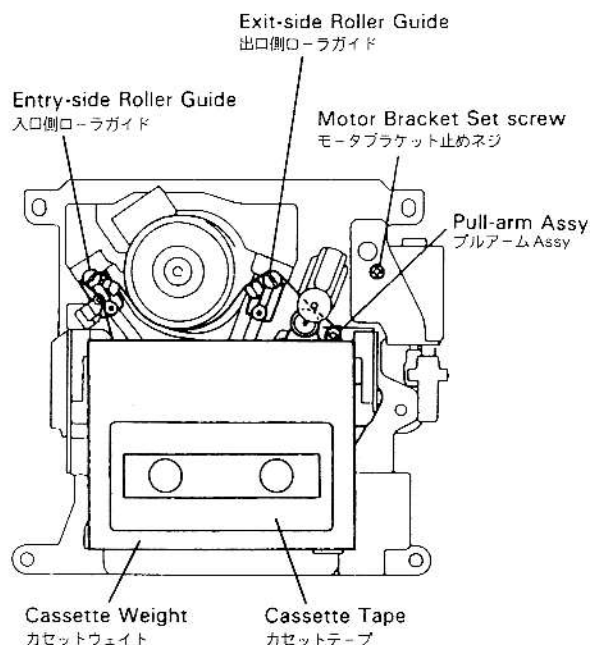

Fig. 4-6
- 4) Inspect the RF waveform. If it resembles the waveform shown in Photo 4-7, tighten the exit-side roller guide (Fig. 4-6) (about 1/8 rotation). If it resembles the waveform shown in Photo 4-9, loosen the exit-side roller guide (about 1/8 rotation).
- 5) Inspect the RF waveform. If it resembles the waveform shown Photo 4-6, tighten the entry-side roller guide (Fig. 4-6) (about 1/4 rotation). If it resembles the waveform shown in Photo 4-8, loosen the exit-side roller guide (about 1/4 rotation).
- 4) RF波形を観測し、写真4-7のようであれば出口側ローラガイド (図4-6) を締め込み (1/8回転程度)、写真4-9のようであれば出口側ローラガイドを緩める (1/8回転程度)。
- 5) RF波形を観測し、写真4-6のようであれば入口側ローラガイド (図4-6) を締め込み (1/4回転程度)、写真4-8のようであれば入口側ローラガイドを緩める (1/4回転程度)。